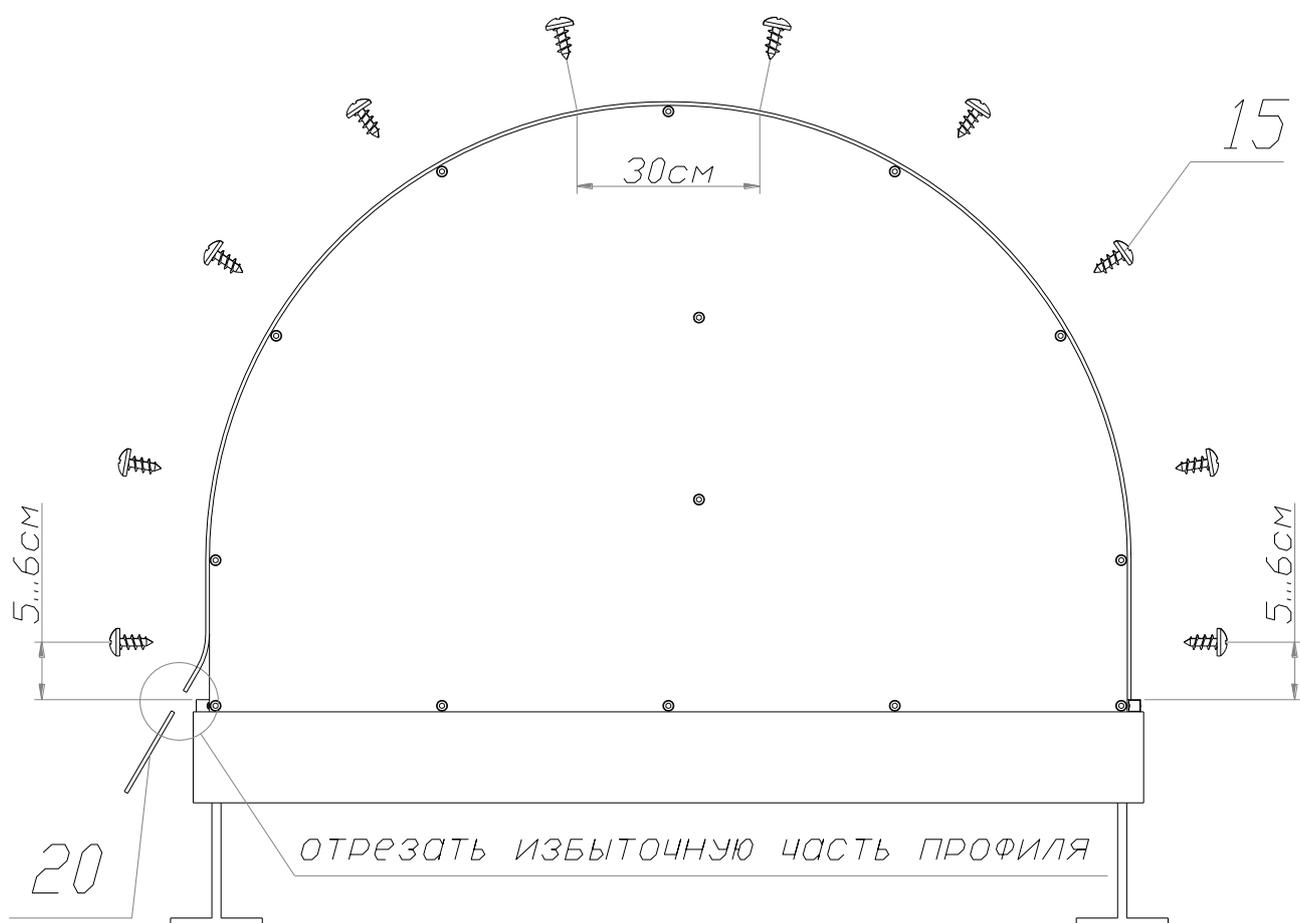

Рис. 6.2
6.1. Приложите гибкий направляющий профиль с односторонним замком (поз. 20) к дуге мини-парника, как показано на рис 6.1. Зафиксируйте конец профиля саморезом типа «клоп» (поз. 15), отступив от конца профиля 5...6 см (рис.6.2).
2. Закрепите гибкий направляющий профиль саморезами (поз. 15) по всей длине дуги с шагом приблизительно 30 см как показано на рис. 6.2.